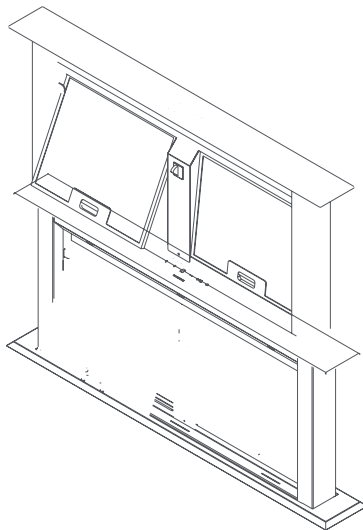

Fig. 9
2. ➔ Afmonter fedtfilterne ved at trykke på palen i grebet (Fig. 9).